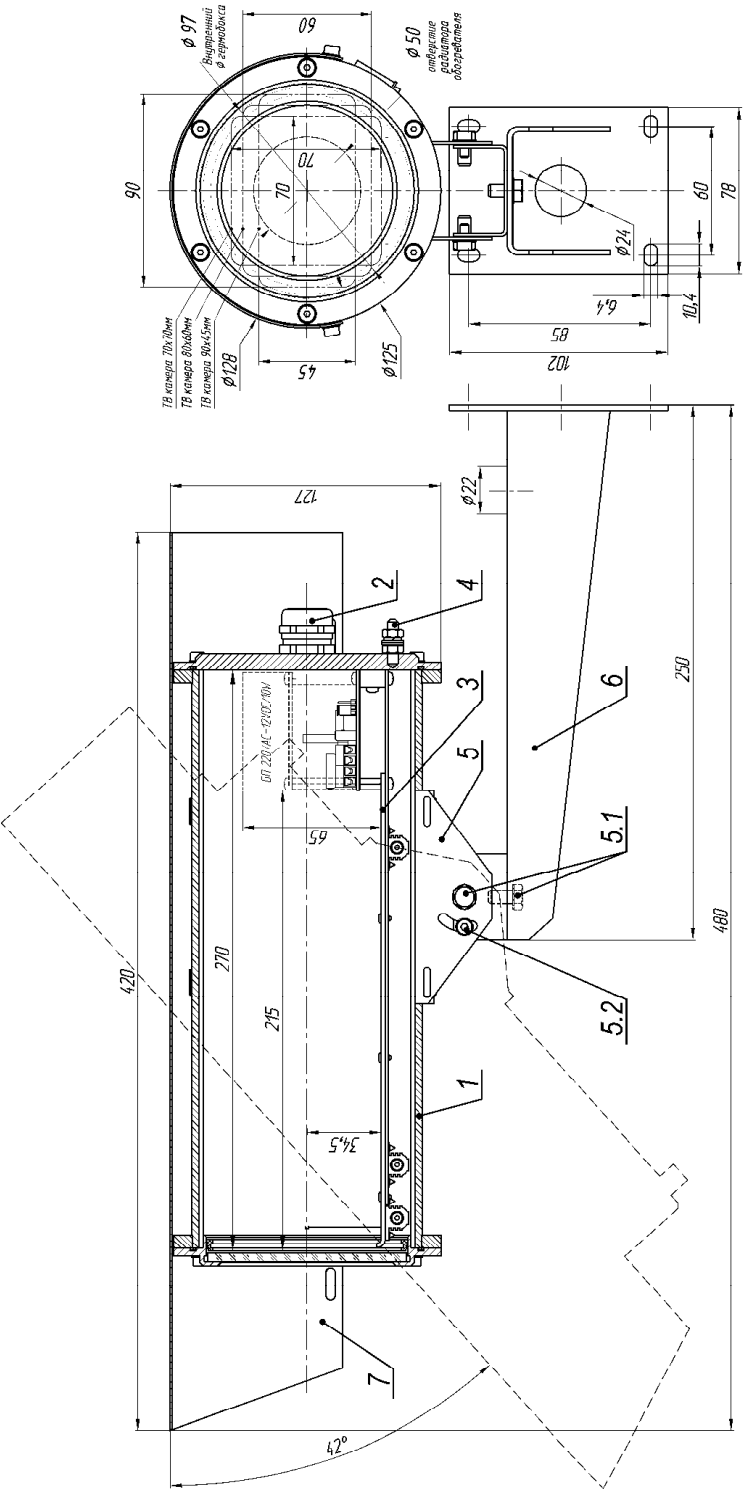

Рис.1 Состав и габаритно-установочные размеры ТГБ-9
2. Выдвинуть модуль видеокамеры (поз.3 рис.1) из кожуха.
8. Ослабив болты и винты фиксации шарнира (поз.5.1 и 5.2 рис.1), установить гермобокс на нужное направление обзора, после чего надежно зафиксировать шарнир затянув выше перечисленные болты и винты.
9. Заземлить гермобокс с помощью болта заземления (поз.4 рис.1).
- В состав изделия входят (см. рис. 1):